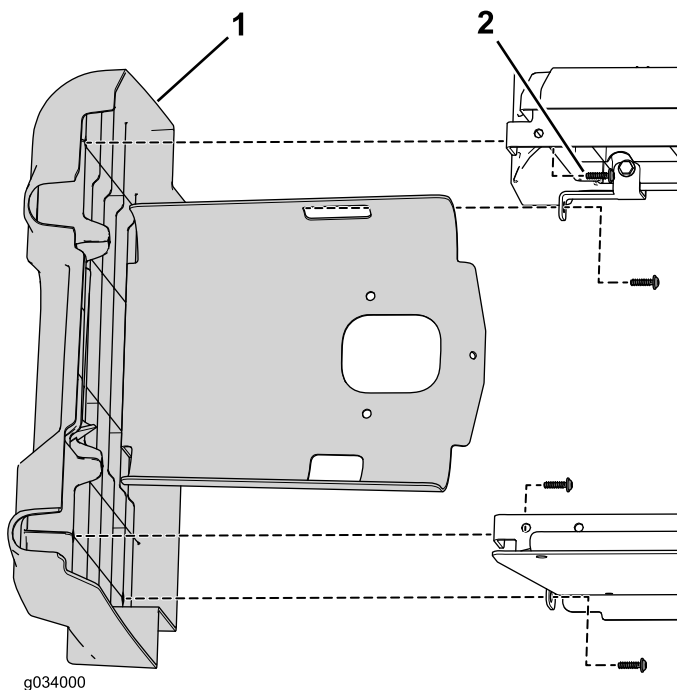

図 3
6. 左パネルを下側座席アセンブリに固定しているねじ4本を外す 図 3。